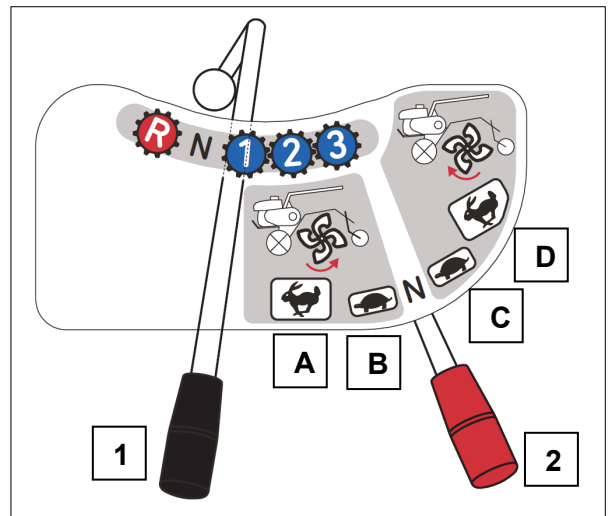

Figura 4
Esta palanca (1, Figura 4) permite seleccionar 3 velocidades de avance (1, 2, 3), 1 velocidad de retroceso (R) y 1 posición neutra (N).
Esta palanca (2, Figura 4) permite seleccionar 2 el rotor hacia adelante (alta, baja), 2 el rotor hacia atrás (alta, baja) o 1 posición neutra (N).
1. Mueva la palanca giratoria F/R solo hasta la posición B (Figura 4). Se recomienda insistentemente utilizar únicamente la posición B para el trabajo de cultivo, ya que la posición A es demasiado rápida para el rotor y la tierra podría esparcirse.